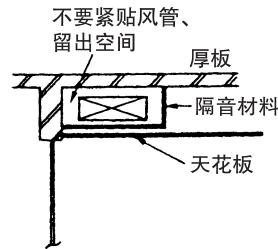

图 1.20 风管的隔音
① 静压高的风管通过天花板时，要用灰浆涂抹风管，或如图 1.20 用隔音材料包住风管。